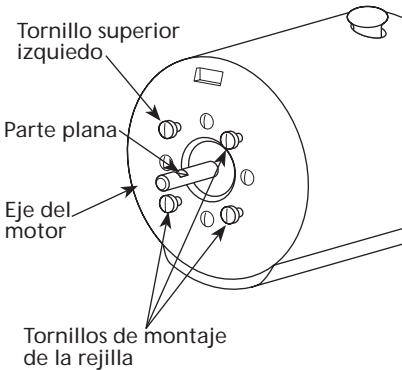

FIGURA 5
18. Retire el tornillo de montaje superior izquierdo de la parte delantera del motor. Vea la Figura 5. Afloje los tres tornillos restantes de montaje de la rejilla.